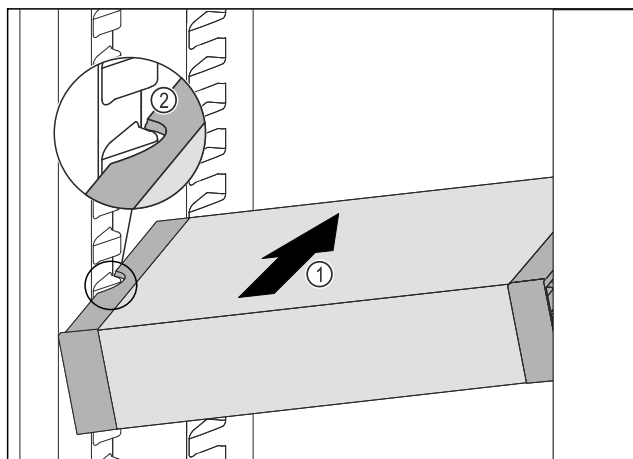

Fig. 175
- Inserire VarioSafe ad angolo nel vano frigorifero Fig. 175 (1), fino a quando le cavità laterali Fig. 175 (2) di VarioSafe non si trovano al livello della nervatura del contenitore nel vano frigorifero.